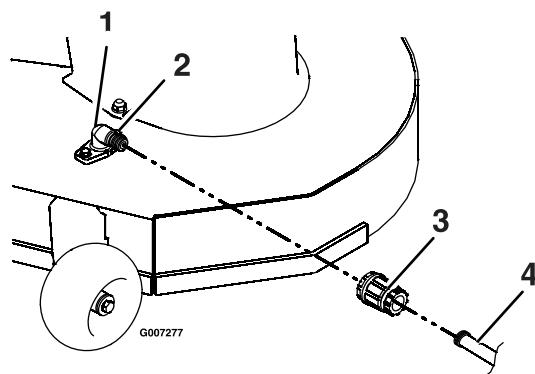

Figure 52
3. Branchez le raccord du flexible au raccord de lavage du carter de tondeuse et ouvrez l'eau en grand (Figure 52).